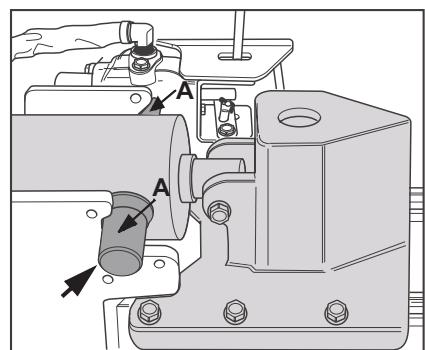

Fig.9a
- Soulevez le vérin vers le haut, en direction de l'extrémité de la colonne de fendage, et insérez-le dans le chevalet support soudé rapporté (les goujons A doivent reposer dans les évidements). Figure 9a